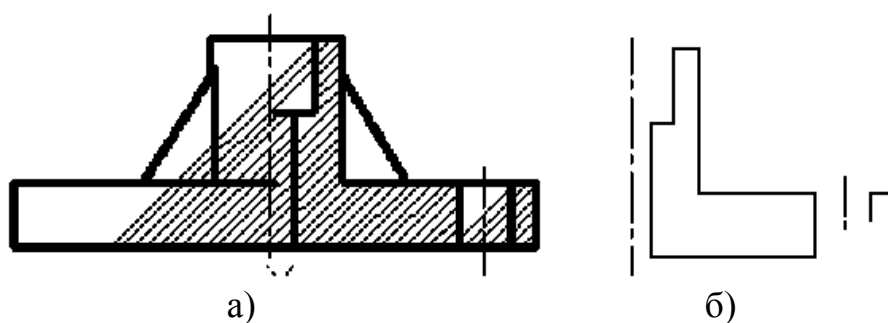

Рисунок 51– Выполнение замкнутых контуров
- Или выходить за его пределы (см. Рис. 51а).
В таких случаях рекомендуется обвести замкнутый контур с помощью команды **Polyline (Полилиния)**, а затем заштриховать полученную область (см. Рис. 51б).